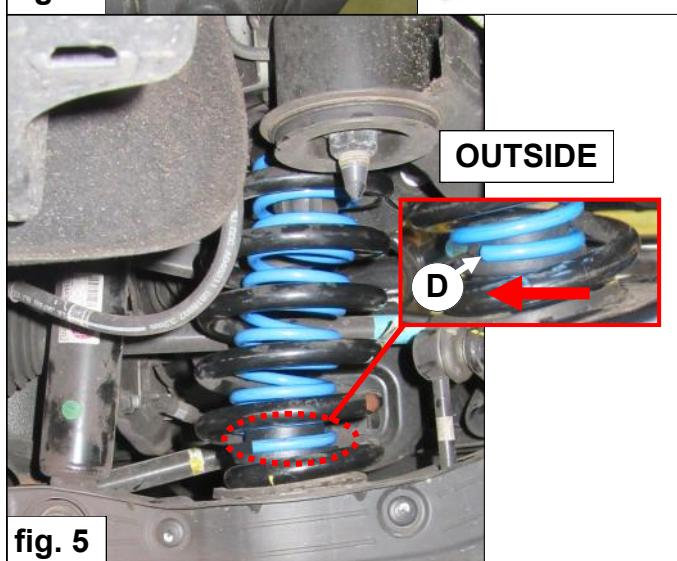

fig. 5
9. Tournez le ressort auxiliaire **C** de manière à ce que les deux extrémités **D** des spires soient orientées vers **l'extérieur**. *Voir fig. 5.*